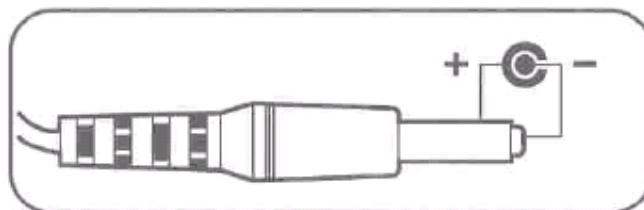

Рисунок 3.4 - Разъем адаптера питания
- Подключите разъем адаптера питания к разьему весов (см. рисунок 3.4).